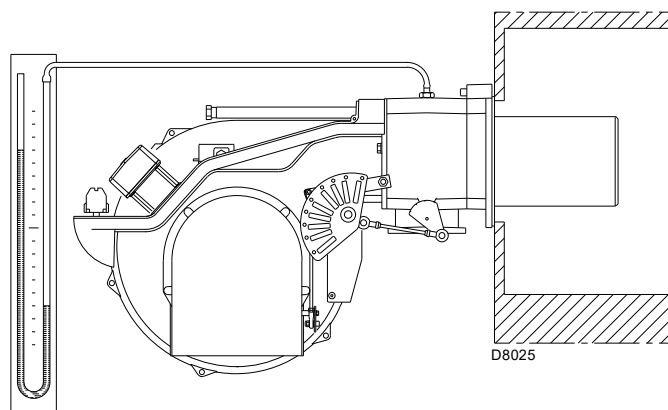

Рис. 26
- Соедините U-образный манометр или дифференциальный манометр (Рис. 26) разъемом (+) со штуцером газа на муфте, а (-) с камерой сгорания. Служит для получения приблизительной МАКС. мощности горелки через Табл. J.
Поступление газа на муфту определяется по U-образному манометру (Рис. 26 на стр. 21). После розжига перейдите к комплексной регулировке горелки.
Приблизительное значение можно получить из Табл. J на стр. 18. Для этого достаточно считать давление газа на U-образном манометре (см. Рис. 26 на стр. 21) и следовать указаниям.